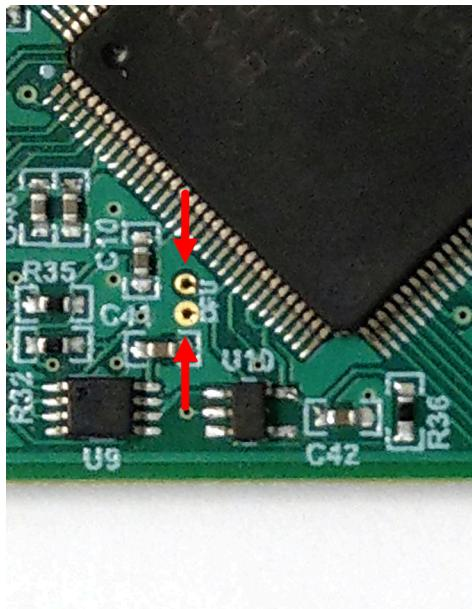

图 4-3. 用于手动进入 DFU 模式的测试点
- 使用镊子 ( 或导线 ) 短接标记为 *DFU* ( 请参见图 4-3 ) 的两个测试点，同时按下 RESET ( 复位 ) 按钮。如果正确操作，SCB 上的 LED D1 会熄灭，而 LED D5 ( 电源 LED ) 保持亮起。如果 LED D1 仍点亮，则 GUI 固件仍未运行状态，器件未进入 DFU 模式。